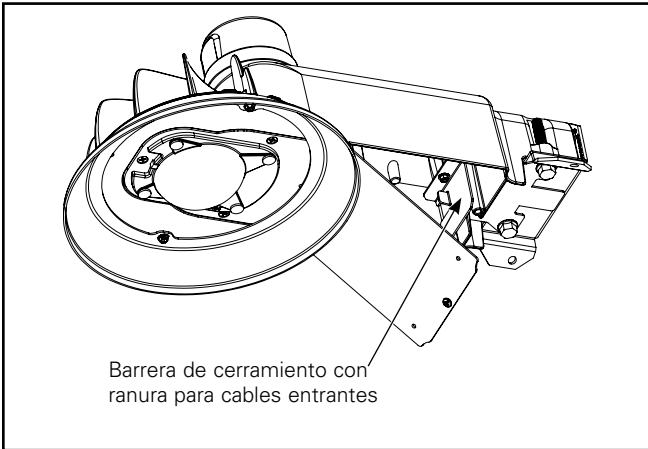

Figura 7.
1. Abra la luminaria con un destornillador y deje que la puerta de acceso cuelgue del piso. (Figura 7.)